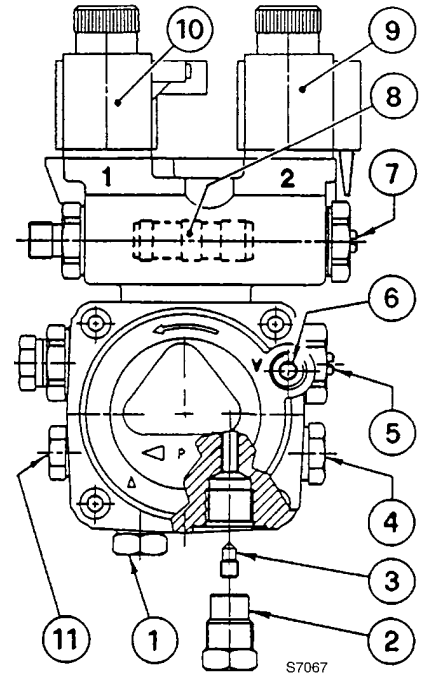

рис. 8
- Насос предназначен для двухтрубной схемы. Если вы хотите сделать однотрубную схему, необходимо вывинтить гайку обратного трубопровода (2), отвинтить винт бай-паса (3) и потом снова закрутить гайку (2) (Смотри рисунок 8).
В системе, изображенной на рисунке 7, достаточно ослабить штуцер вакуумметра (6, рис. 8) и подождать, пока не начнет выходить топливо.